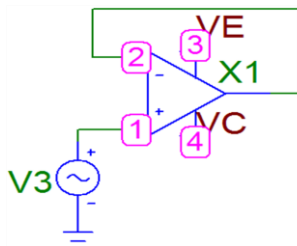

Рис. 6.1
1. Для схемы повторителя (рис. 6.1) запишите формулы для коэффициента усиления РУ $K_{ру}$, коэффициента обратной связи β , погрешности РУ от смещения нуля. Постройте теоретическую передаточную характеристику повторителя с учетом смещения нуля ОУ и ограничения выходного напряжения.